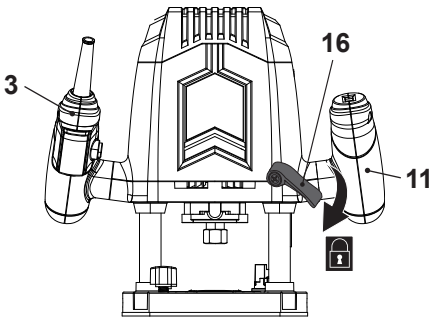

Fig. 1
> Aplique una ligera presión en las empuñaduras (3, 11) a la vez que suelta la palanca de fijación de la profundidad (16) para mover la carcasa hacia arriba (Fig. 1,2).